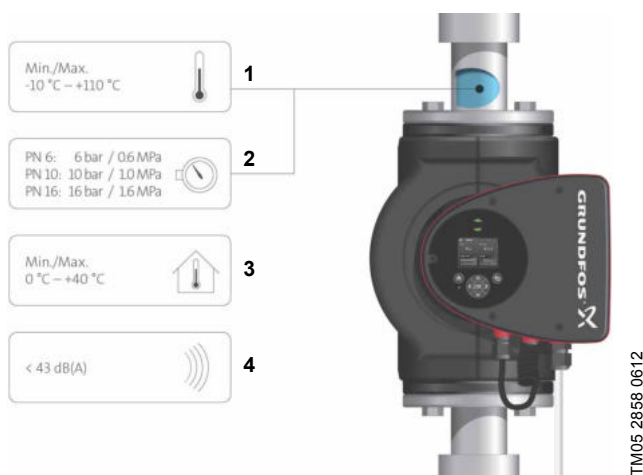

Fig. 2 Condiciones de funcionamiento
Véase la fig. 2, pos. 1.
Véase la fig. 2, pos. 2.
Véase la fig. 2, pos. 3.
Véase la fig. 2, pos. 4.